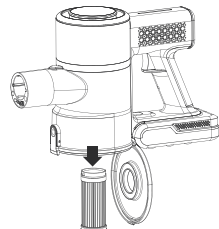

Abb. 2
3. Ziehen Sie den Einlass HEPA-Filter nach unten, um den Filter zu entfernen, und setzen Sie ihn nach der Reinigung wieder in die entgegengesetzte Richtung ein, Abb. 2.